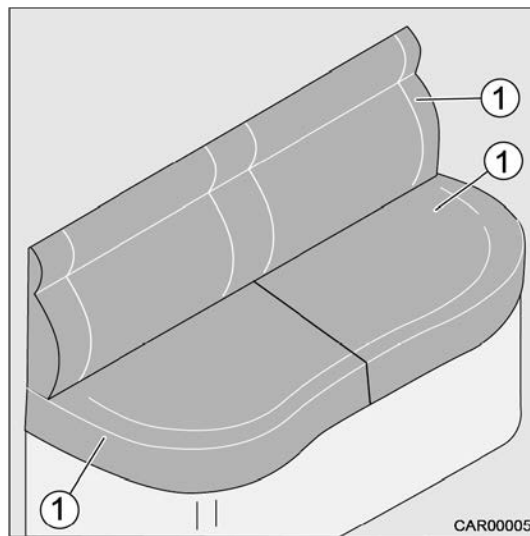

Fig. 28 Transformation du 5e siège
1. Retirer tous les coussins (Fig. 28/1).